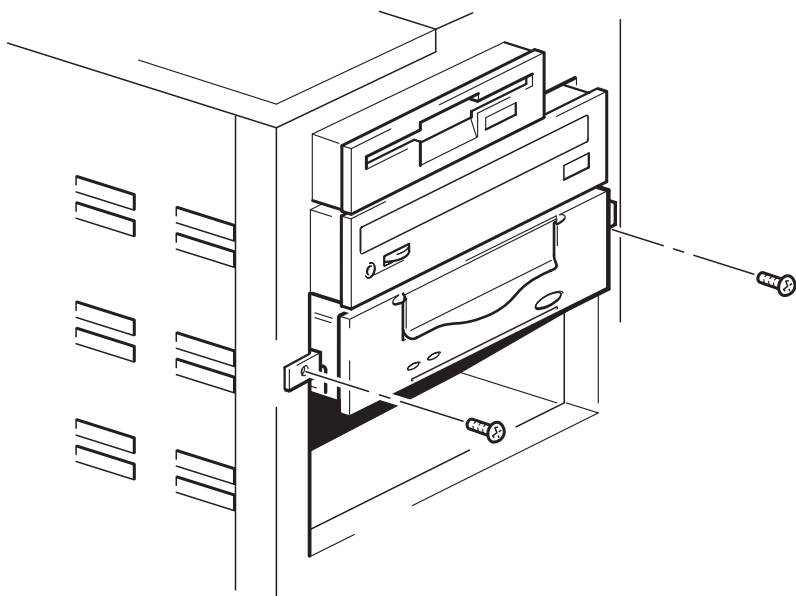

Figure 9a : fixation du lecteur sur le support de montage
- 1 Mettez le lecteur de bande en place. Utilisez les vis que vous avez retirées à l'Etape 3 : préparation de la baie de montage" à la page 15 pour fixer le lecteur, comme le montre la figure 9a.